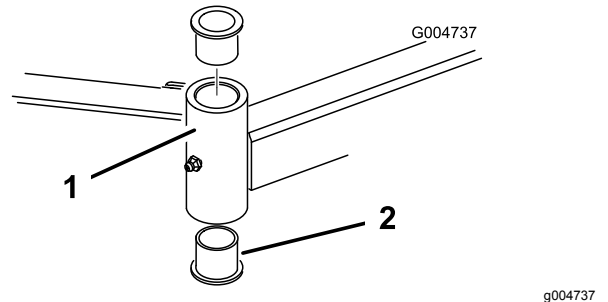

Bild 106
- Stecken Sie einen Dorn oben oder unten in das Befestigungsrohr und treiben die Büchsen heraus (Bild 106). Treiben Sie dann die andere Büchse aus dem Rohr heraus. Reinigen Sie die Innenseite der Rohre.